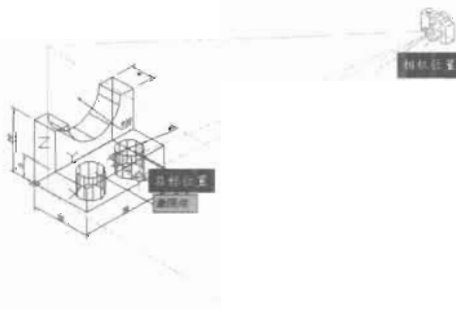

图 12-35
(2) 在命令行中输入 camera 命令, 并按 Enter 键, 在视图中创建一个摄像机, 如图 12-35 所示, 命令执行过程如下。